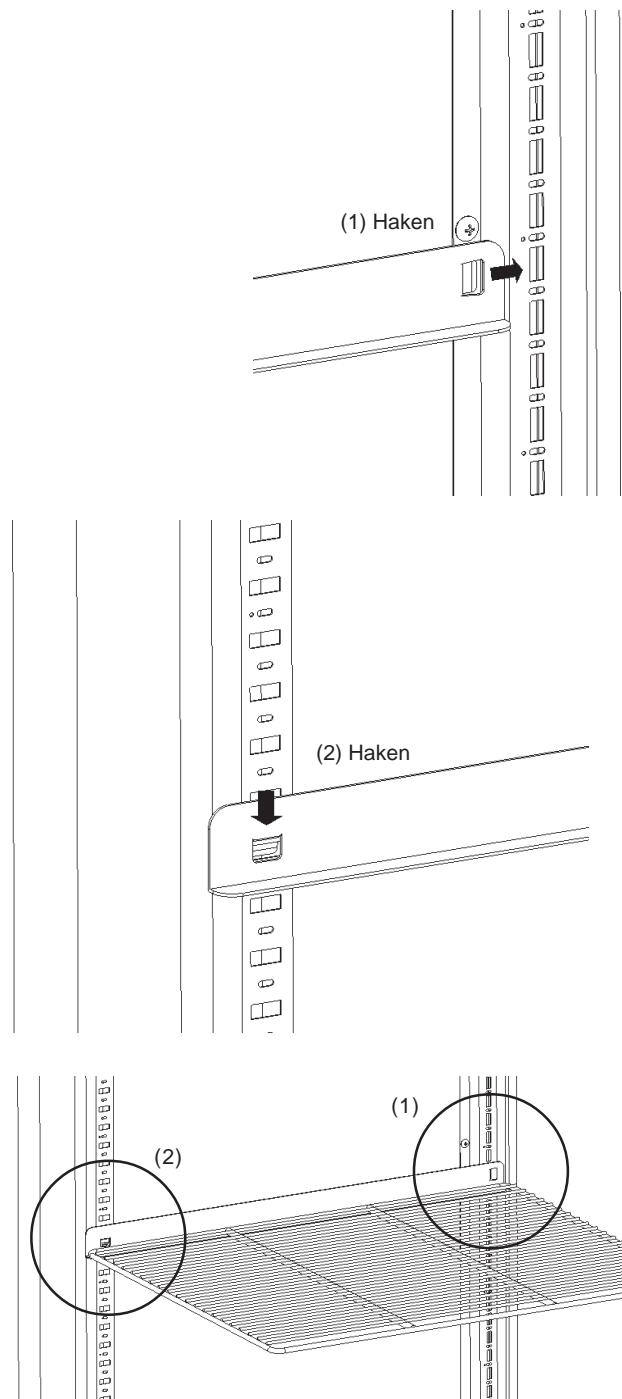

Abb. 3
- 2) Die Zusatzregale und Schienen rechts und links herausnehmen. Die Schienen waagrecht an den rechten und linken Regalpfosten einsetzen. Das Regal auf die Schienen legen. Siehe Abb. 3.